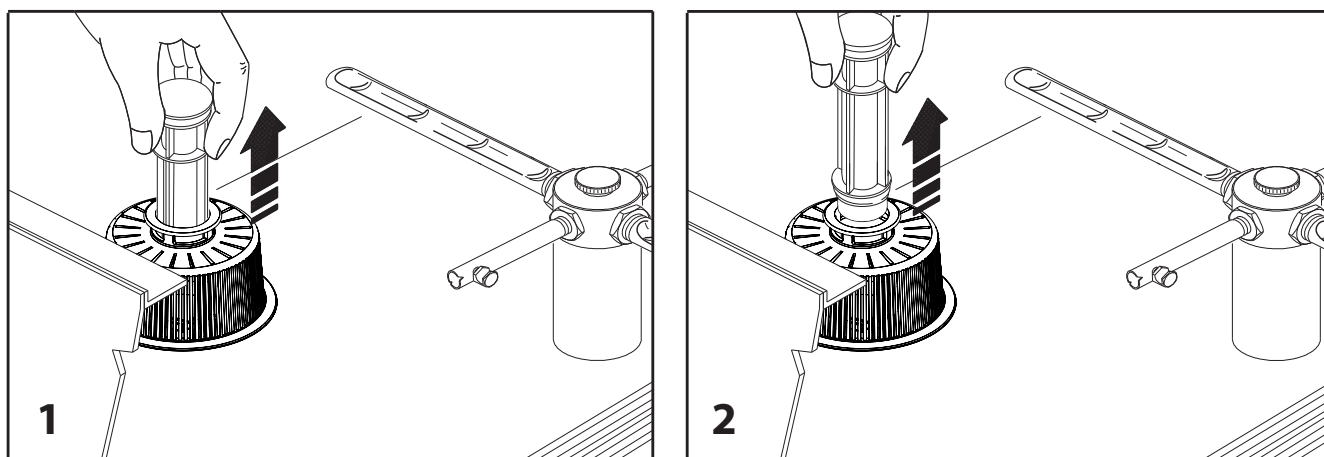

Fig. 16
2. retirar o tubo de transbordamento (fig. 16)
3. se a máquina de lavar louça estiver equipada com uma bomba de descarga, antes de a desligar, remover o tubo de transbordamento (fig. 16) e acionar a bomba utilizando o BOTÃO DA BOMBA DE DESCARGA (consultar par. 4.6). No final da descarga, a máquina de lavar louça desliga-se. Desligá-la da rede elétrica.